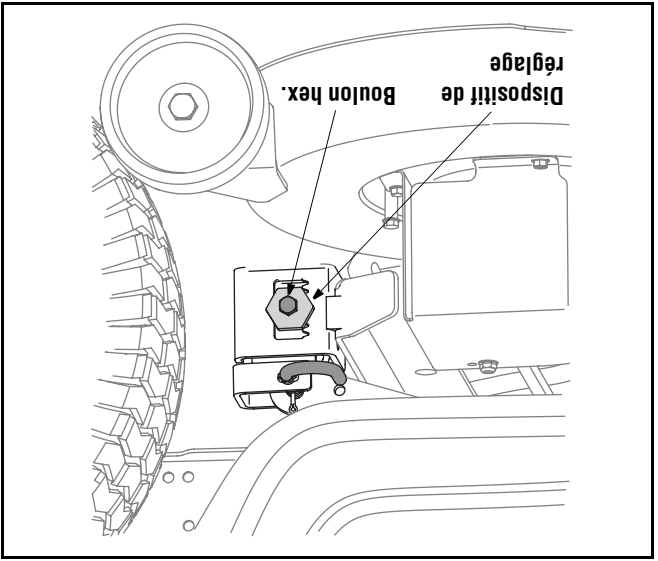

Figure 14
- Desserrez, **sans** la retirer, la vis à chapeau à six pans sur le crochet de support gauche du plateau de coupe. Voir la Figure 14.